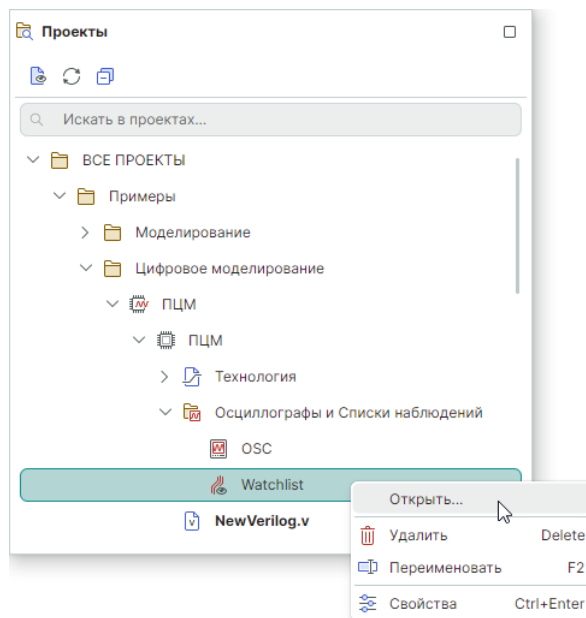

Рис. 51 Контекстное меню списка наблюдений
2. Выберите пункт «Открыть», см. Рис. 51. Или используйте двойной клик левой кнопки мыши на названии списка наблюдений.